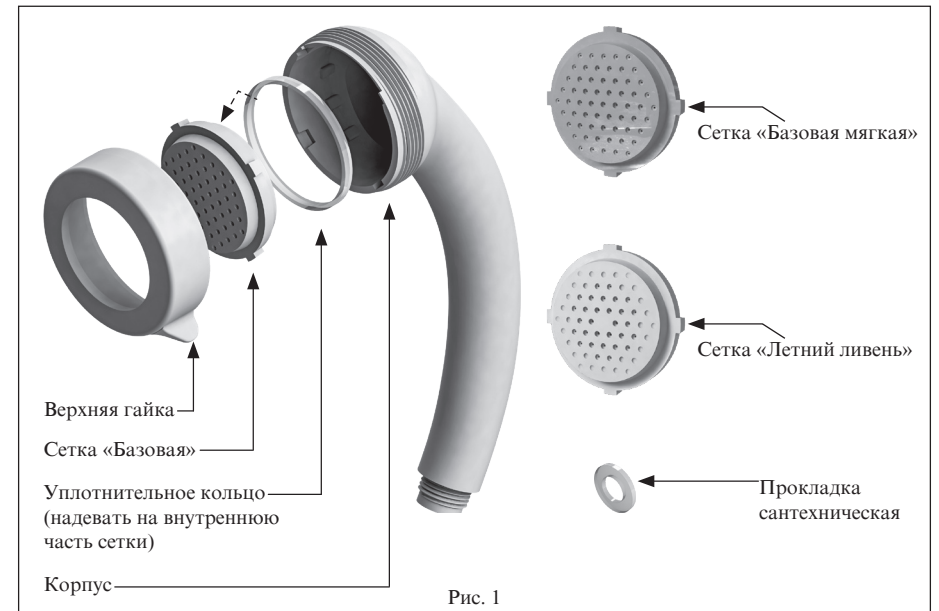

Рис. 1
1. Душ Алексеева в собранном виде – 1 шт. (см. рис. 1), с установленной сеткой «Базовая» (с 19 отверстиями);